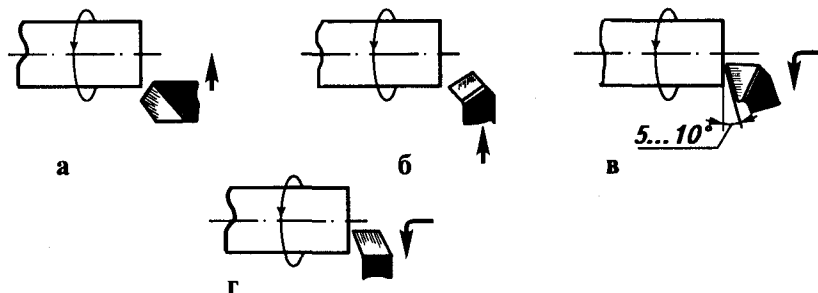

Рис.70. Подрезание торцов резцами: а — проходным прямым; б — проходным отогнутым; в — проходным упорным; г — подрезным
При подрезании торца проходным резцом (рис. 70, а, б) его подводят до соприкосновения с торцом, затем отводят на себя и перемещают каретку на 1...2 мм влево (то есть устанавливают глубину резания 1...2 мм). Поперечным перемещением резца снимают с торца слой металла. Переместить каретку на 1...2 мм, или любую другую величину, можно с помощью лимба продольной подачи. Цена деления этого лимба 0,5 мм, поэтому количество делений, на
Для подрезания торца проходным упорным или подрезным резцом обработку ведут от центра заготовки (рис.70, в,г). Для этого вершину резца размещают против центра заготовки и включают станок. Продольным перемещением резца врезаются в торец на глубину 1...2 мм. Затем, перемещая резец на себя, снимают слой металла.
2. Включите станок и подрежьте торец заготовки (см.рис. 70) с помощью поперечной подачи резца. Выключите станок и проверьте прямолинейность торца, приложив к нему линейку. Выточите резцом в центре торца коническое углубление для направления сверла.